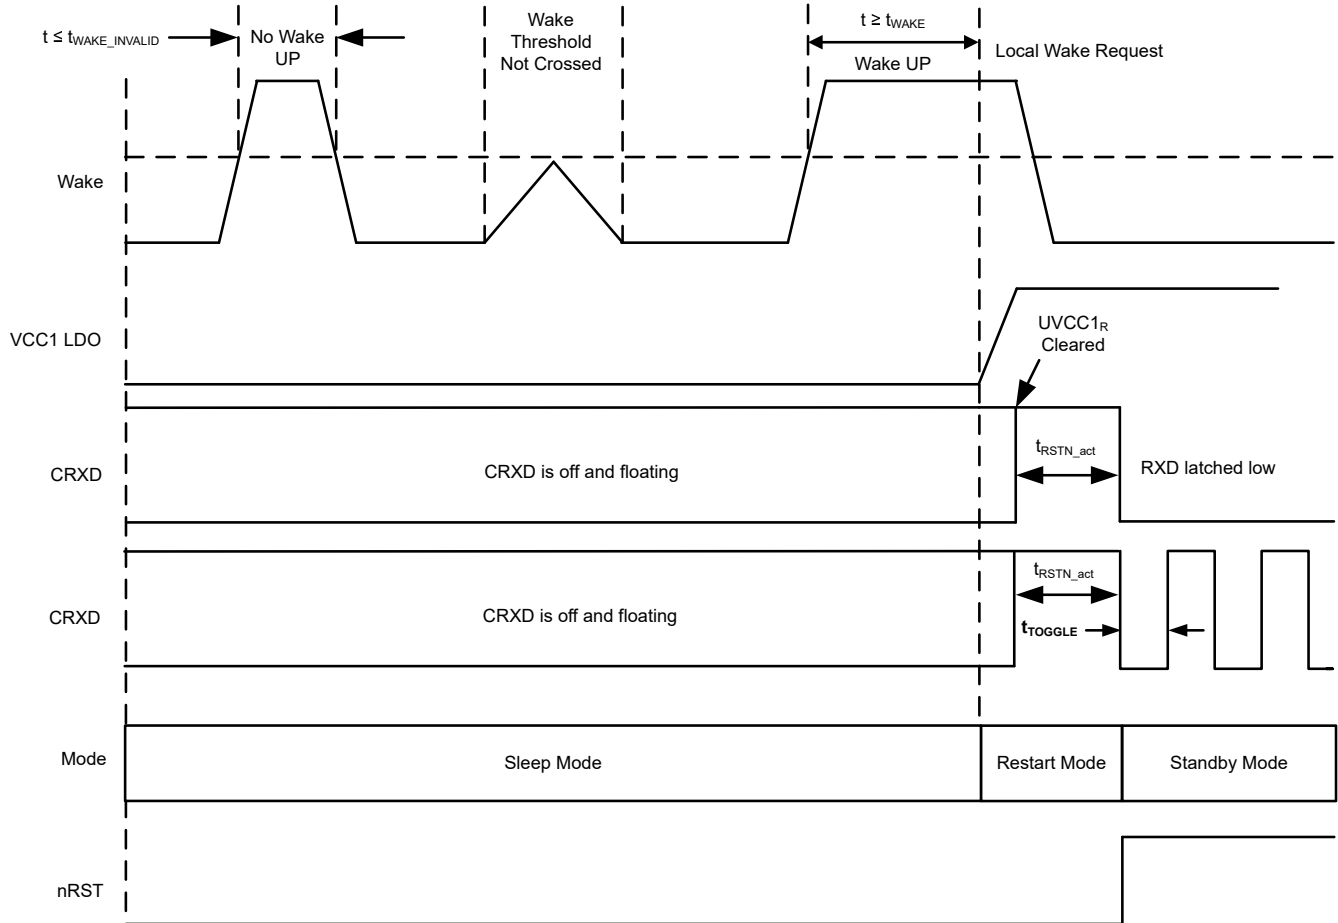
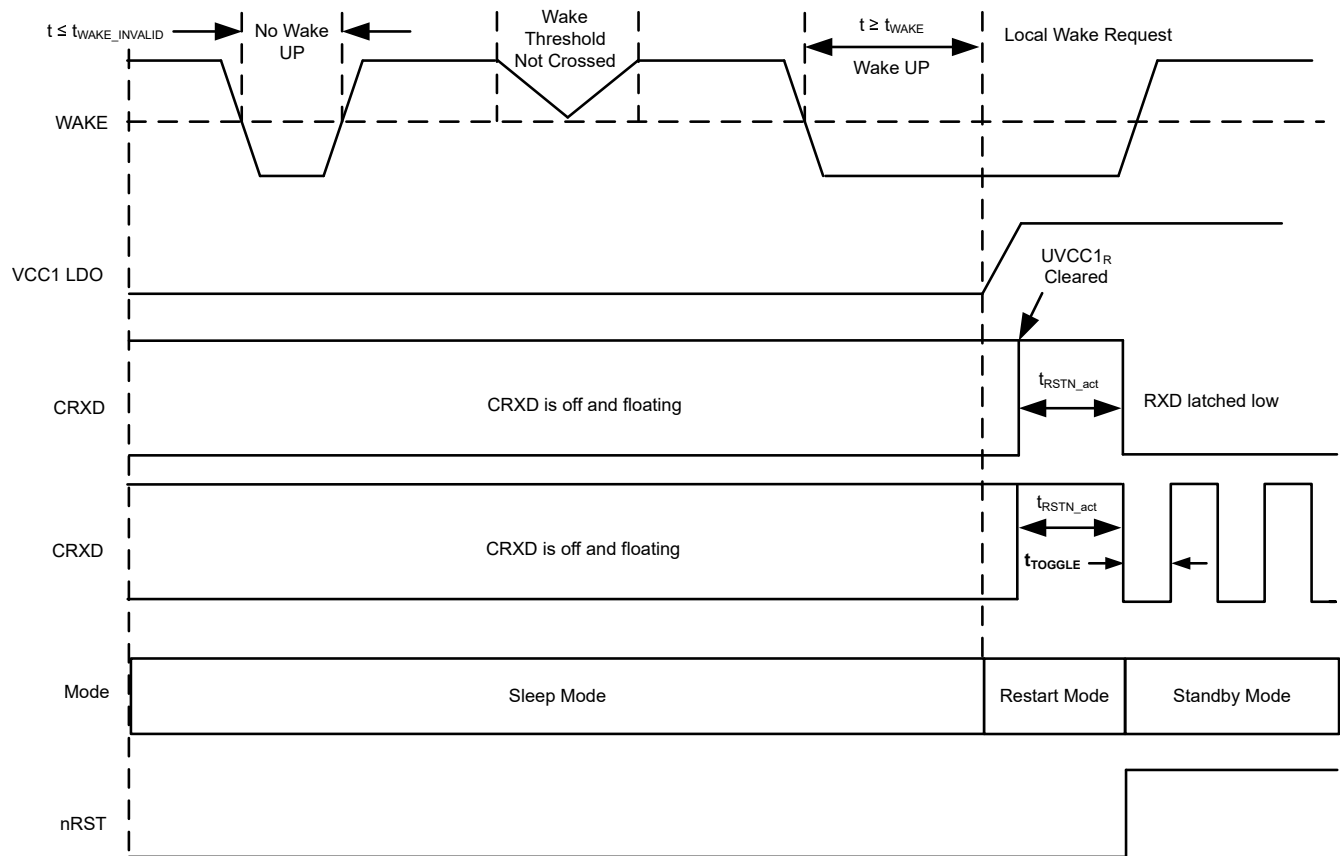

图 8-18. 本地唤醒 - 上升沿
图 8-19. 本地唤醒 - 下降沿
WAKEx 引脚默认为静态检测唤醒（WAKE_CONFIG2、WAKE_CONFIG4 和 WAKE_CONFIG5 寄存器中 WAKEx_SENSE 寄存器位的默认值）。WAKEx 引脚默认为双向输入，但可通过 WAKE_CONFIG 寄存器 8'h11[7:6] 配置为上升沿和下降沿转换，具体请参阅图 8-18 和图 8-19。WAKE 引脚是基于接地的唤醒输入，可与开关一起连接到接地或 V_{SUP} 。WAKEx 引脚输入阈值可以基于 $VCC1$ 电平，从而允许直接连接到处理器或通过开关连接到 $VCC1$ 电源压轨。如果不使用该端子，则将其接地，以避免不必要的寄生唤醒。在器件进入睡眠模式后，WAKEx 端子电压电平需要在 t_{WAKE} 时间内一直处于低电平或高电平状态，才能确定 WAKE 输入的状态转换。小于 $t_{WAKE_INVALID}$ 的脉冲宽度会被滤除。
- 图 8-18 和图 8-19 提供了上升沿或下降沿 WAKE 输入的示例。一旦 $VCC1 > UVCC1$ 并且进入待机模式，RXD 会被拉至低电平。